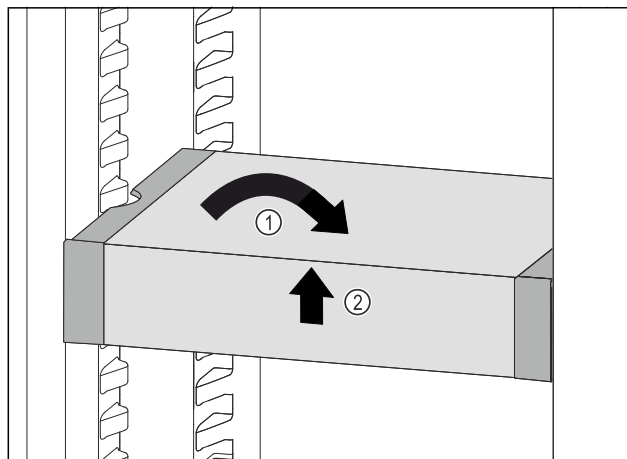

Fig. 134
- ▶ Ispravite VarioSafe. Fig. 134 (1)
- Podignite sprijeda VarioSafe. Fig. 134 (2)